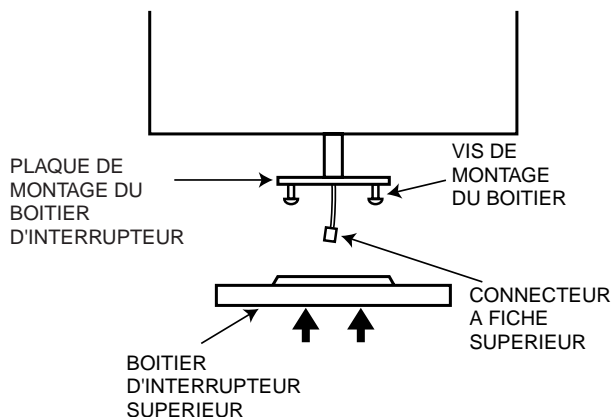

FIGURE 14
- Installez partiellement les 3 vis n° 6-32 x 3/8 po (9,5 mm) de montage de boîtier dans la plaque de montage comme indiqué à la figure 14.
- Faites passer le connecteur de prise supérieur par l'ouverture au centre du boîtier d'interrupteur supérieur. Voir figure 14.